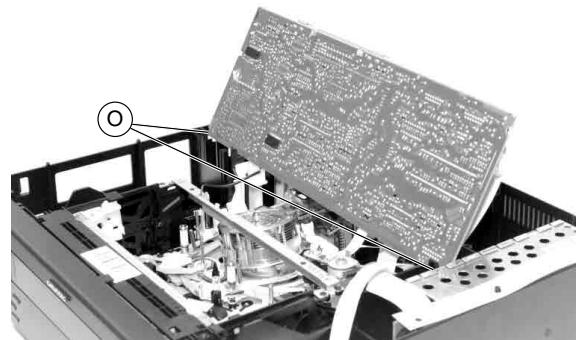

Fig. 7
Poser le C.I. principal dans les évidements (O) correspondants (Fig. 7).
Insert Family Board into the cut-outs provided (O) (Fig. 7).